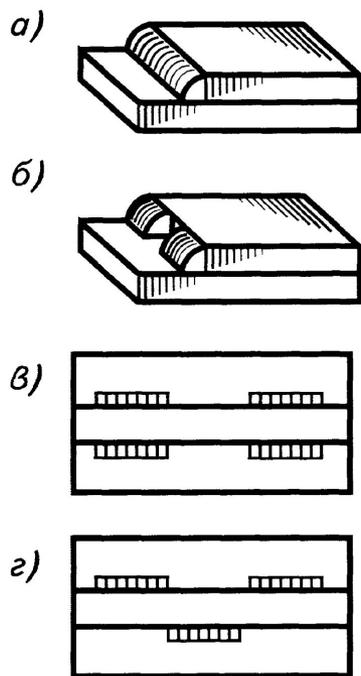

Рис. 7
- Сплошной — это шов без промежутков по длине (рис. 7, а).
- Прерывистый — сварной шов с промежутками по длине (рис. 7, б).
- Цепной шов — двусторонний прерывистый шов таврового соединения, у которого промежутки расположены по обеим сторонам стенки один против другого (рис. 7, в).
- Шахматный шов — двусторонний прерывистый шов таврового соединения, у которого промежутки на одной стороне стенки расположены против сваренных участков другой ее стороны (рис. 7, г).